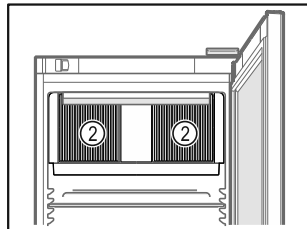

Fig. 53
- Cirkuliuojančio oro ventiliatoriaus vėsinimo plyšiai Fig. 53 (2) viduje turi būti neuždengti.